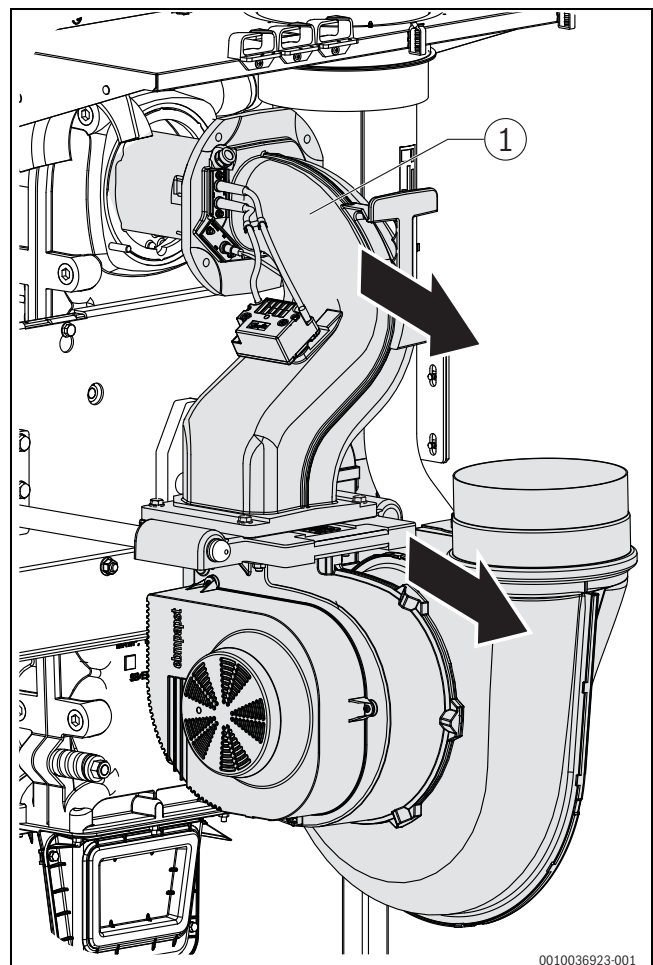

Рис. 50 Отведение горелки назад
► Извлеките назад смесительный патрубок со штабом горелки и вентилятором до конечного положения (уплотнительное кольцо на направляющем штифте) (→Рис. 50).